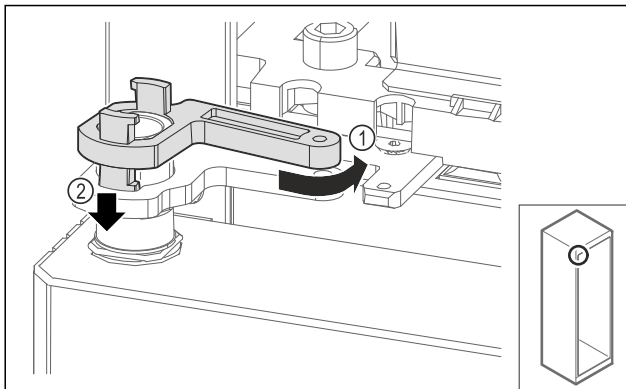

Fig. 71
- ▶ Злегка поверніть механізм блокування опорного кронштейна назад Fig. 71 (1), притисніть униз Fig. 71 (2) і заблокуйте в кутику петлі.